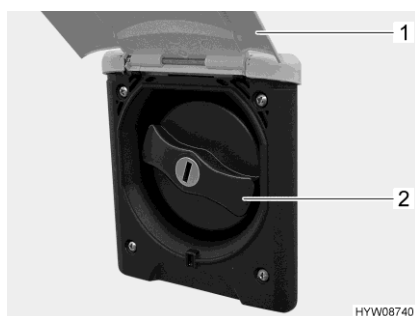

Fig. 100 Couvercle de fermeture
- Basculer le portillon extérieur (Fig. 100,1) vers le haut.
- Tourner le couvercle de fermeture de couleur bleue (Fig. 100,2) d'un quart de tour.